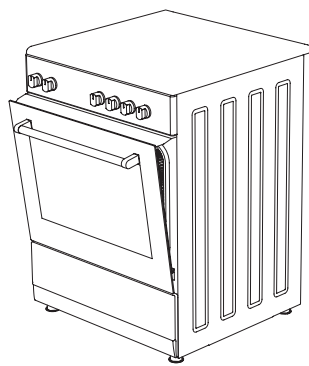

Рис. 31
4. Затем закрепите защитную панель между духовкой и передней крышкой, осторожно закрыв крышку. (рисунок 31)